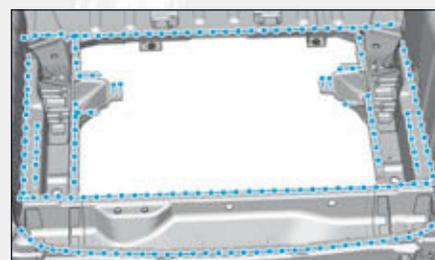

FIG.225
- sur la caisse et les protéger par un apprêt soudable indice "C7" (Fig.225).